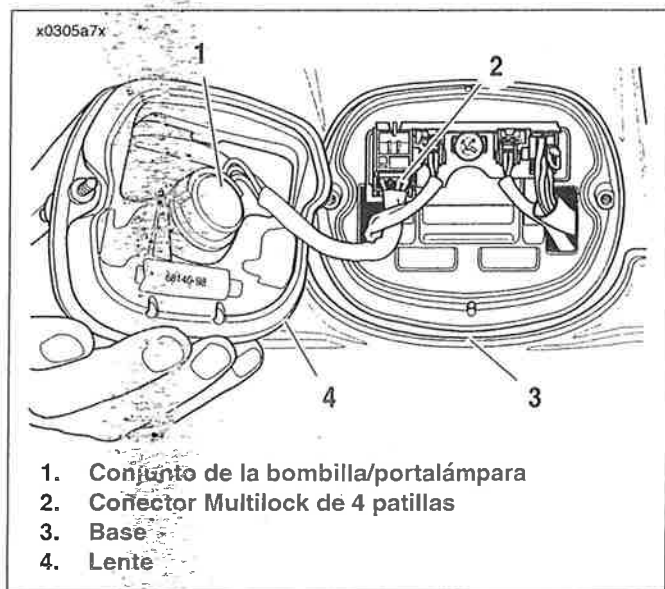

Figura 7-33. Luz trasera
2. Vea la Figura 7-33. Quite los dos tornillos y la lente (4) de la base (3).
4. Gire el conjunto del portalámpara (1) un cuarto de vuelta a la izquierda para liberar el conjunto del lente. Extraiga (tire) el conjunto del lente. Retire la bombilla del enchufe.